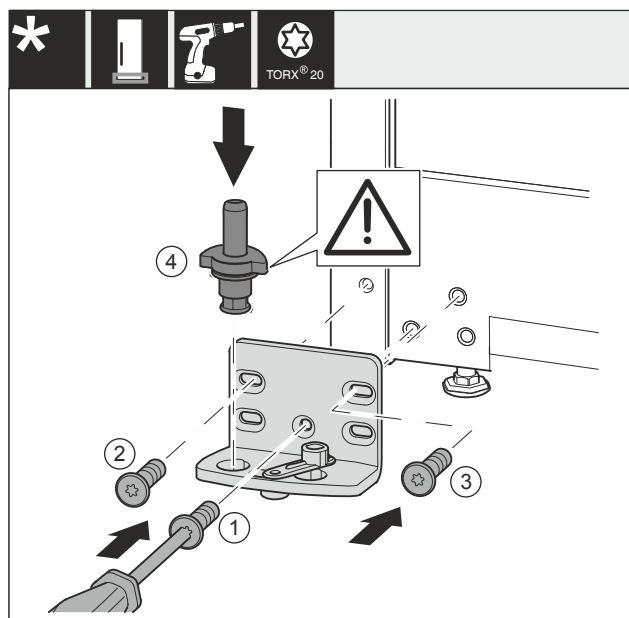

Fig. 37 *
- ▶ Helyezze fel a csapágybakot a másik oldalra, és csavarozza fel csavarhúzóval. Kezdje alul, a középsővel Fig. 37 (1).*
- ▶ Húzza meg a csavart Fig. 37 (2) és a csavart Fig. 37 (3).*
- ▶ Helyezze be teljesen a csapszeget Fig. 37 (4). Ügyeljen közben arra, hogy a reteszelő bütyök hátrafelé mutasson.*